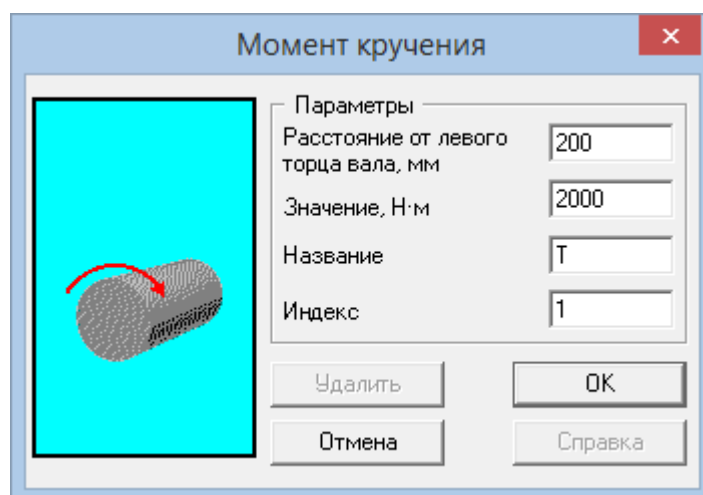

Рис. 6.11
3.4. Задание крутящих моментов. Переходим в соответствующий режим нажатием кнопки «**Момент кручения**»  (меню **Задать/Момент кручения**) и в полях ввода открывшегося диалогового окна «**Момент кручения**» (рис. 6.11) записываем параметры и обозначение момента. Рассмотрим задание момента кручения **T₁**.